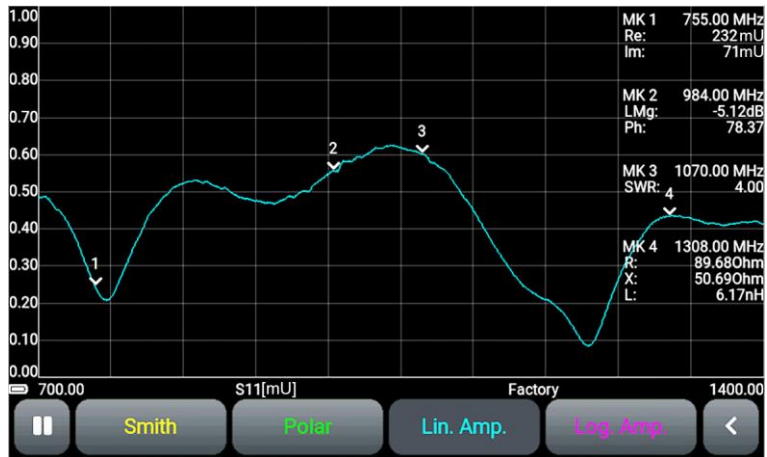

Рисунок 10.7 – Линейный график магнитуды КО
10.4.1. На графике отображается зависимость магнитуды КО и КП от частоты в линейном масштабе (Рисунок 10.7). Вертикальная шкала графика в юнитах (безразмерная величина).